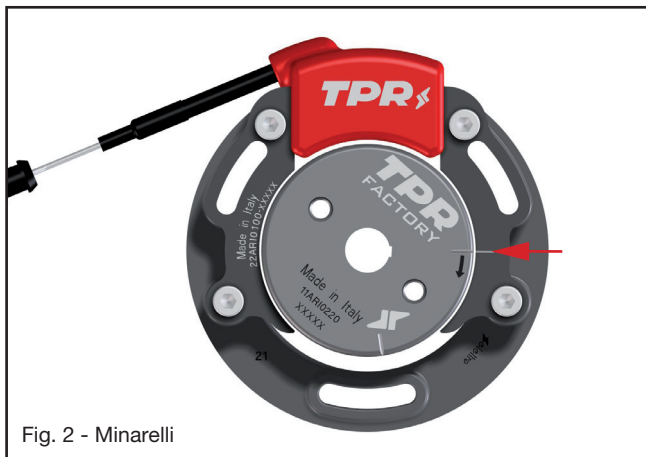

Fig. 2 - Minarelli
- Mantenendo l'albero motore in questa posizione (PMS) fare collimare la linea di riferimento impressa sul rotore con quella situata sullo statore (Fig. 2) mediante la rotazione di quest'ultimo, poi bloccare le tre viti M5 di fissaggio dello statore (Coppia di serraggio $6 \div 8$ Nm pari a circa $0,6 \div 0,8$ kg*m).